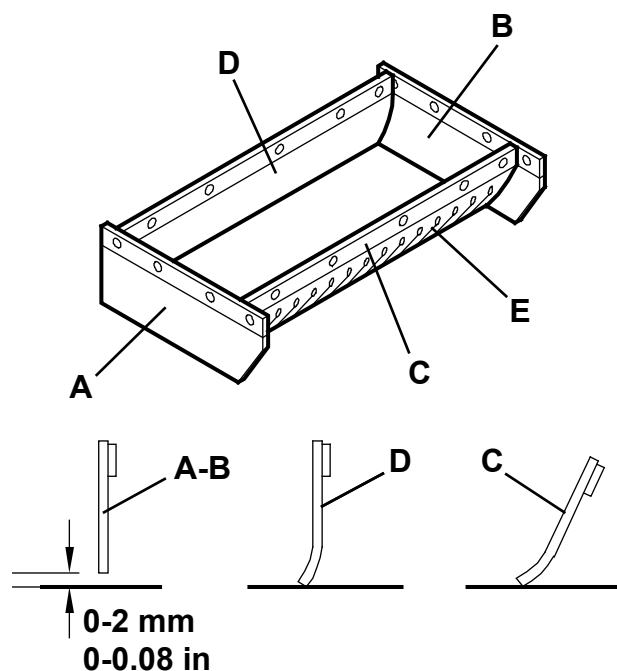

Figure 11
2. Positionner l'interrupteur général (1) sur "0".
3. Contrôler que la hauteur des volets latéraux (A et B, Fig. 11) du sol est comprise entre 0 et 0.08 in (entre 0 et 2 mm).
4. Contrôler que les volets avant et arrière (C et D, Fig. 11) touchent légèrement le sol. En outre, contrôler que les volets sont intacts et qu'ils ne présentent pas de coupures ou de déchirures qui peuvent compromettre la capacité d'aspiration de la machine. Considérer que le volet avant présente des fentes verticales typiques (E). Si besoin est, remplacer les volets avant et arrière (voir la procédure dans le manuel d'entretien).